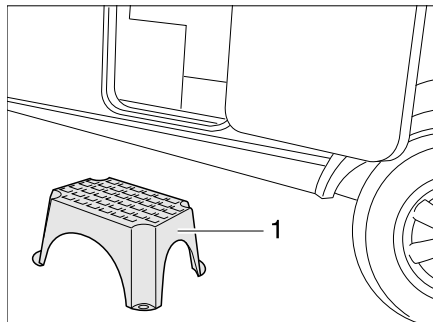

Bild 17 Eintrittstufe (frei stehend)
- Die Eintrittstufe (Bild 17,1) vor den Eingang des Caravans stellen.